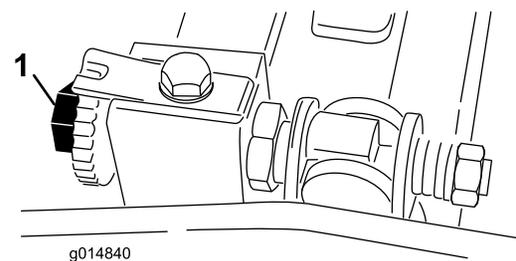

図 52
3. カッティングユニットの右端から数えて1番目と2番目の下刃ねじの間でリール刃と下刃とを交差させる 図 52。
6. シムを左右に滑らせながら、シムに軽い圧迫シムが挟まれる感じを感じるまで、右側のベッドバー調整ねじを回す 図 52。